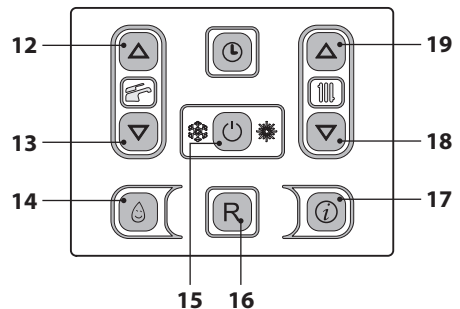
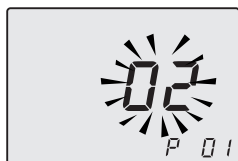

Figura 5.42
Figura 5.43
- Entrare in "modalità programmazione" premendo contemporaneamente per 10 secondi i tasti 15 - 18 - 19 (Figura 5.42) fino a far apparire sul display LCD le lettere **P01** e il valore del parametro, indicanti l'entrata nel "parametro 01" (Figura 5.43).
- Premendo il tasto 15 (Figura 5.42) si ottiene la conferma del valore inserito.